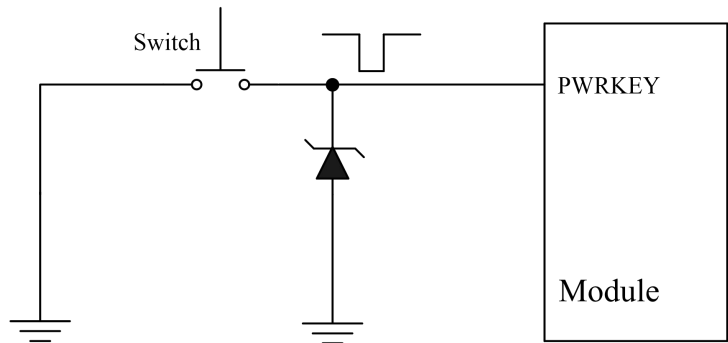
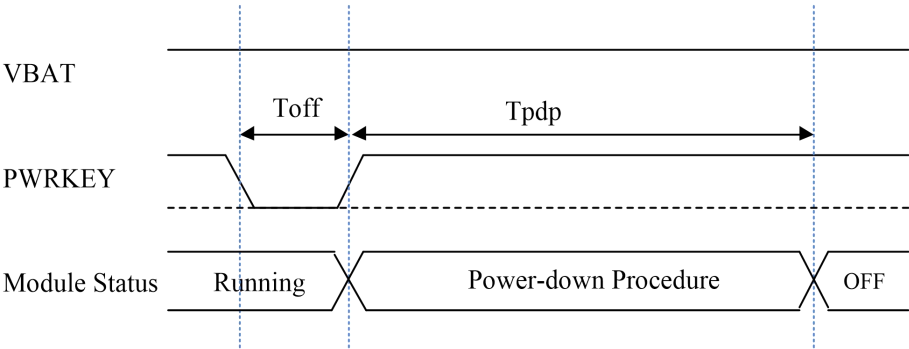

图 3-8 按键开机参考电路
图 3-9 关机时序图
- ✧ 通过 PWRKEY 执行关机操作类似于开机操作程序，包括开集驱动电路和按键开机电路（具体参见图 3-8，图 3-9）。